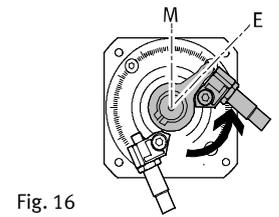

Fig. 16
6. Deslice el elemento de fijación y los amortiguadores (de elastómero o de choques) hacia la palanca de tope. La carrera de amortiguación se debe mantener presionada hasta el tope hasta que el casquillo del amortiguador correspondiente esté en la palanca de tope (Fig. 16). Si es necesario, ejercer contrafuerza en el hexágono.